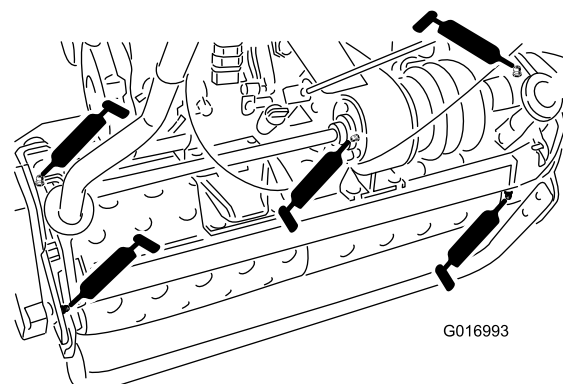

図 19
- ドラムのアクスル2ヶ所 図 19
- デファレンシャル3ヶ所 図 19